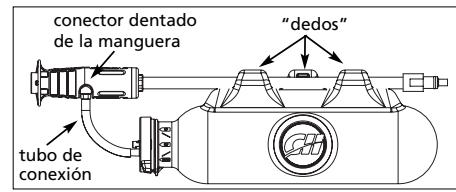

Figura 1
- Coloque el tanque en una superficie fuerte y plana. Luego calce el eje de metal de la lanza entre los tres "dedos" en la parte superior del tanque (vea la Figura 1). NOTA: El calce es muy ajustado. Tenga precaución para evitar daños. El calentar el dedo central con un secador de pelo le facilitará la instalación.
- Deslice el extremo libre del tubo de conexión en el conector dentado de la manguera conectado a la cabeza de la lanza (vea la Figura 1).